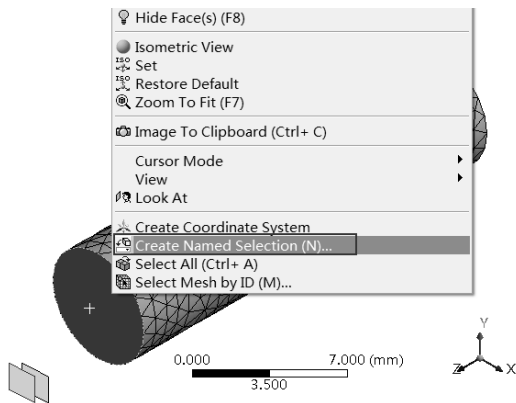

图 17-54 快捷菜单
Step6: 单击 (面选择器) 按钮, 然后选择热水入口, 右击后在弹出的如图 17-54 所示的快捷菜单中选择 Create Named Selection 命令。